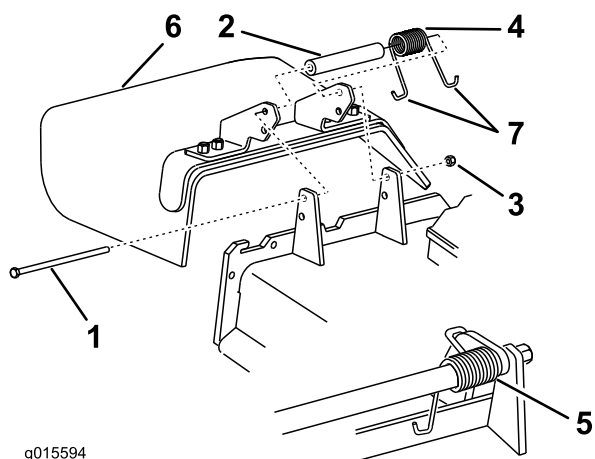

Figure 106
1. Retirez le contre-écrou, le boulon, le ressort et l'entretoise qui fixent le déflecteur aux supports de pivot (Figure 106).
Remarque: Prenez soin de placer une extrémité en **J** du ressort derrière le bord du tablier avant de mettre le boulon en place, comme montré à la Figure 106.
4. Remettez le boulon et l'écrou en place. Accrochez l'extrémité en **J** du ressort au déflecteur d'herbe (Figure 106).